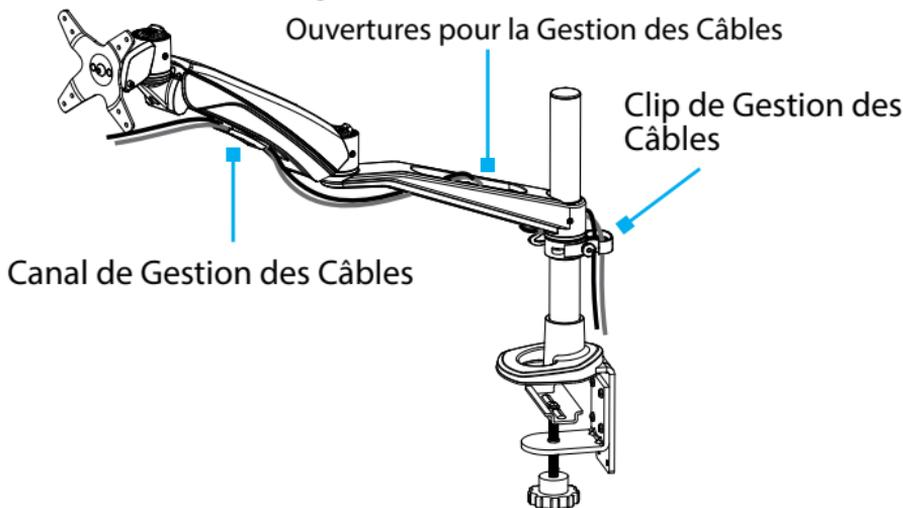

Figure 22
2. Faites passer le(s) **Câble(s)** par le **Clip de Gestion des Câbles** à l'arrière du **Mât**. (Figure 22)